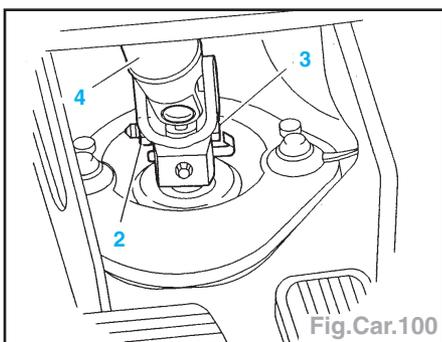

Fig.Car.100
- Déposer (Fig.Car.100) :
- Serrer l'écrou (2) à $2,3 \pm 0,2$ daN.m (Fig.Car.100).